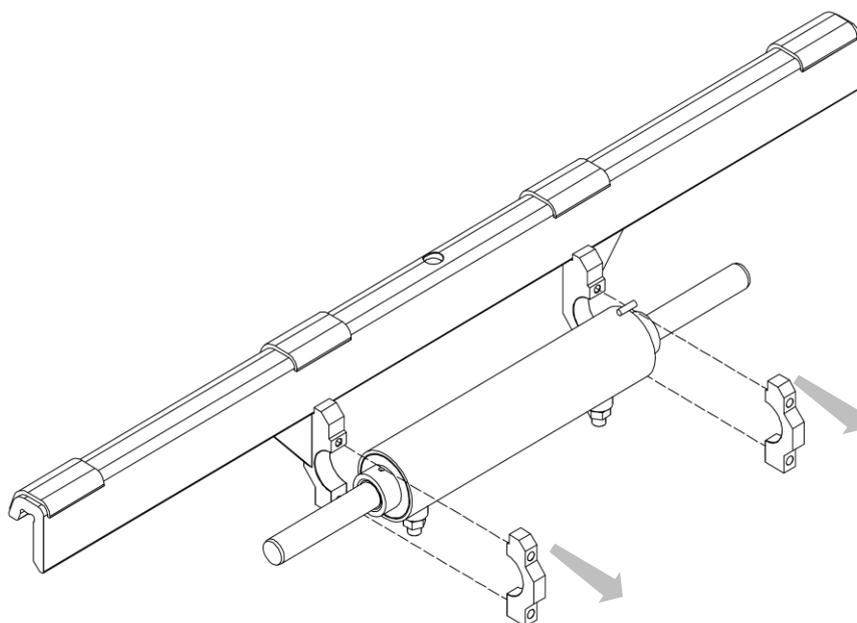

Figure 22
3. Retirer le demi-collier avant et extraire le vérin de son siège (voir *Figure 22*).